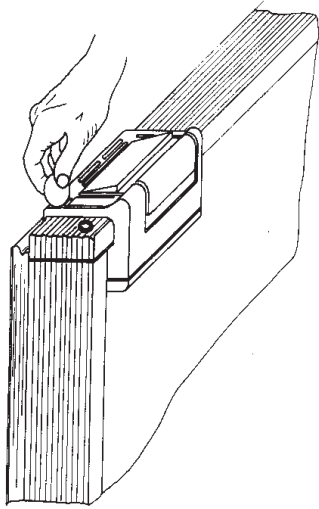

FIG. 1
- Bei Nichtbenutzung empfiehlt es sich, den Innenraum gut zu trocknen und die Tür halb offen zu lassen, um das Innere zu lüften. Zu diesem Zweck die Feststellvorrichtung der Tür mit einer Münze oder einem kleinen Schraubendreher aushängen (Abb. 1 und 2).